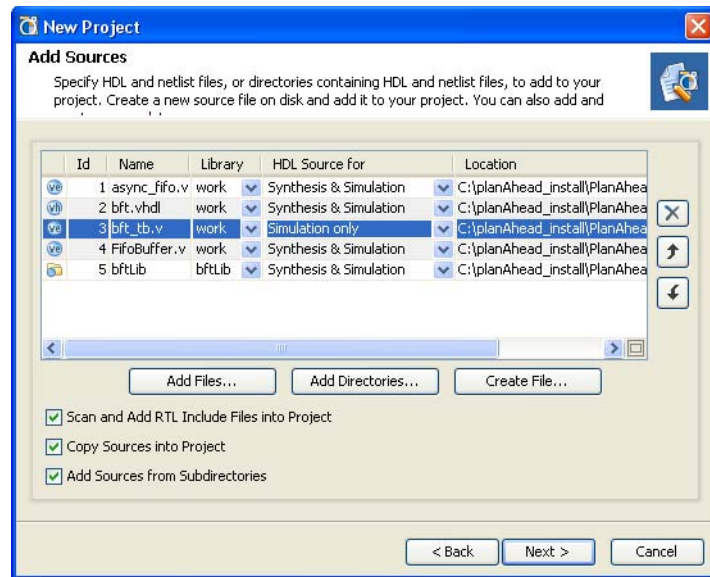

図 5 : プロジェクトに追加するソースの選択
[Add/Create Sources] ページが表示されます (図 5)。
7. ページが図 5 のようになっているかどうか確認します。